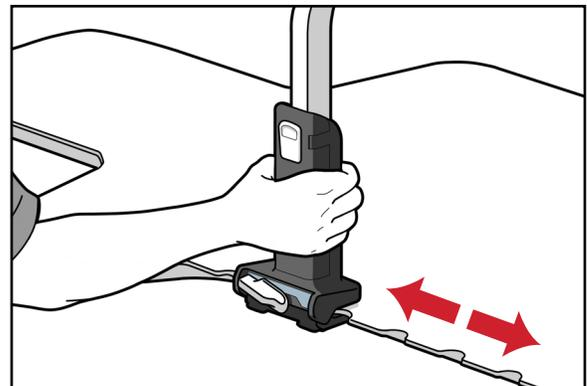

Abb. 8
2. Zur horizontalen Anpassung entriegeln Sie jede Bridge-Klemme, schieben Sie die Bridge an die gewünschte Position auf der Vorrichtung und verriegeln Sie die Bridge-Klemme wieder (Abb. 8 und 9).